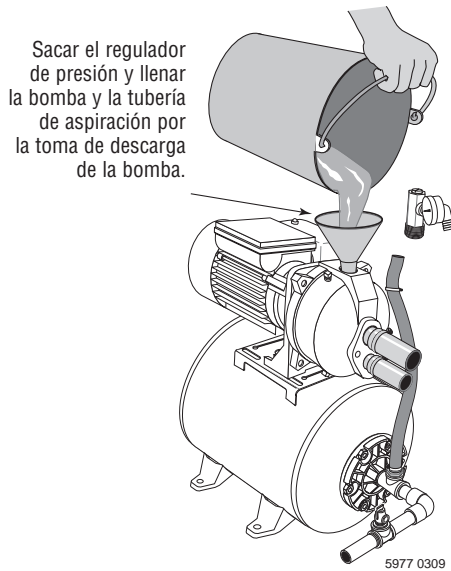

Figura 13 : Llenado de la bomba
- Paso 1. Abra el regulador de presión lo más posible, sin sacarlo del cuerpo del regulador. Luego saque el regulador de la bomba y llene la bomba, llene toda la tubería entre la bomba y el pozo, y verifique que toda la tubería en el pozo esté llena. Si también instaló una "T" de cebado en la tubería de succión, retire el tapón de la "T" y llene la tubería de succión (vea la Figura 13).